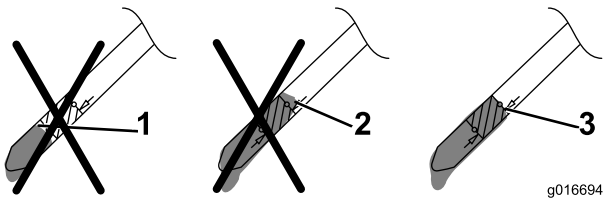

Bild 15
5. Nehmen Sie den Peilstab heraus und lesen den Ölstand ab, siehe Bild 15.